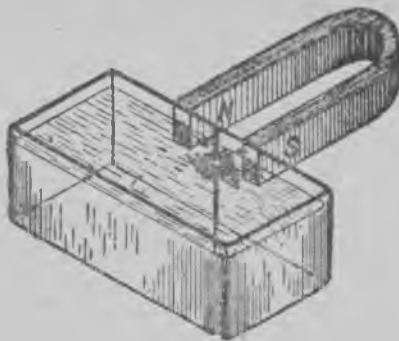

Рис. 73. Магнитной полюсан лий-кунда магнитнойс поляс.
65. Магнитной поля. Магничивайчемма омбелу ниэглан и, сүвātтуō сен пробкан палазех, пиāстāммā сен вези астиэх уелемах. Ниэгла пидāу сүвātā пробках муга, чтобы се лийккуйс веес вертикальнойс положенияс (рис. 73) и сен северной полюса олис улāхāнā.